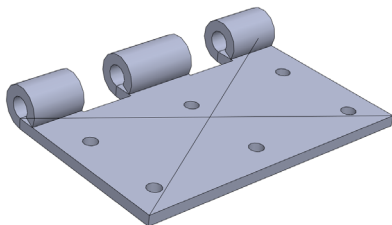

图 9-58 添加交叉折断效果
(4) 单击【确定】按钮, 即可添加交叉折断, 效果如图 9-58 所示。